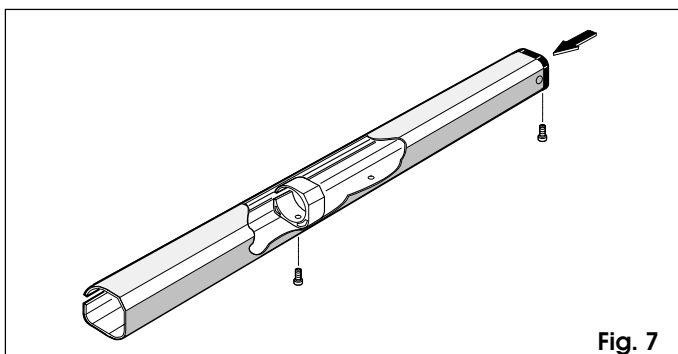
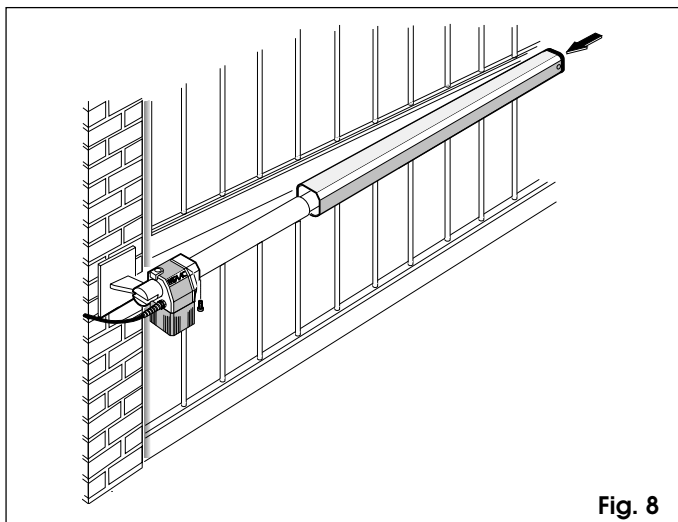

Fig. 7
Fig. 8
- (1) E' consigliabile ingrassare tutti i perni di fissaggio degli attacchi.
- (2) Nel caso non sia possibile eseguire saldature, le piastre degli attacchi anteriore e posteriore sono predisposte per un'eventuale fissaggio tramite viti e tasselli.
- 12) Predisporre il carter di protezione (fig. 7) ed applicarlo sull'operatore come da fig. 8.
- Nota bene:** Fissare il collare di guida del carter sul foro più lontano dal tappo di chiusura (fig. 7).